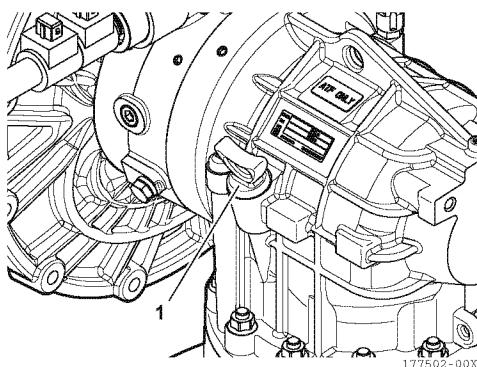

Figure 26
17. Installez la jauge (1, **Figure 26**) avec le nouveau joint torique.